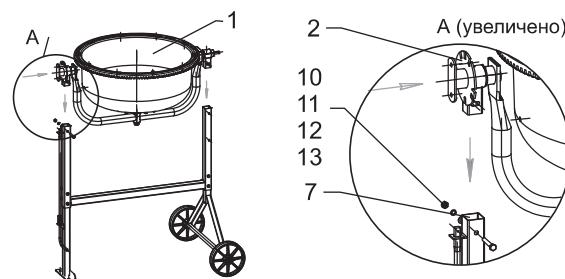

Рис. 6
3. Установку основания поз. 1 (рис. 6) удобнее выполнять вдвоем. Установите на раму в сборе с опорами основание поз. 1. При этом совместите кронштейн поз. 2 с трубой рамы поз. 7, как показано на рис. 6. В совмещенные отверстия кронштейна и рамы установите болт поз. 10 в сборе с шайбами поз. 11 и поз. 12 на другой стороне, заверните гайки поз. 13.